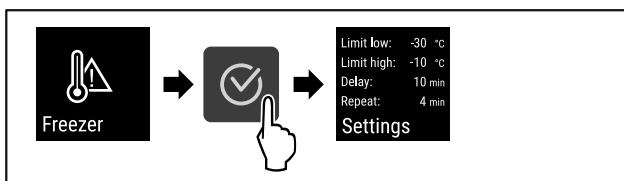

Fig. 138
- ▶ Εκτελέστε τα βήματα ενεργειών (βλέπε Fig. 138).